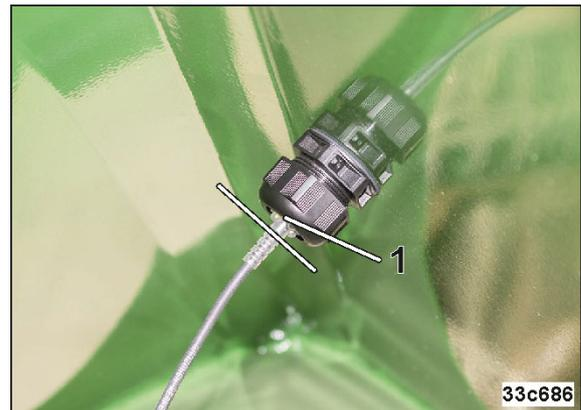

Fig. 147
4. Enfoncer le capteur de niveau de remplissage dans le logement jusqu'à ce que la sortie du câble soit à fleur du logement (Fig. 147/1).